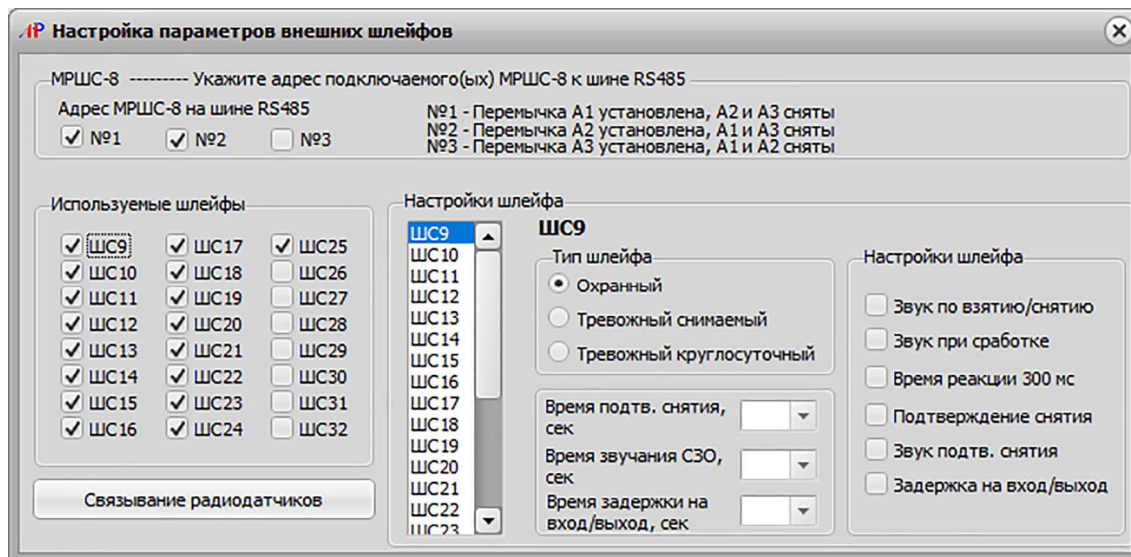

Рисунок 13
«Программирование Аларм-11» (рисунок 12) выбрать вкладку «Внешние шлейфы». Далее, в окне «Настройка параметров внешних шлейфов» (рисунок 13) необходимо выбрать варианты подключения внешних устройств с учетом количества ШС (МРШС-8 (до 3-х), Аларм-БРШС, Астра-РИ-М-РР). **Примеры вариантов выбора подключения ШС приведены в приложении А.**
3.3.1 В окне «Настройка параметров внешних шлейфов» (Рисунок 13) выбрать вкладку «Связывание радиодатчиков».